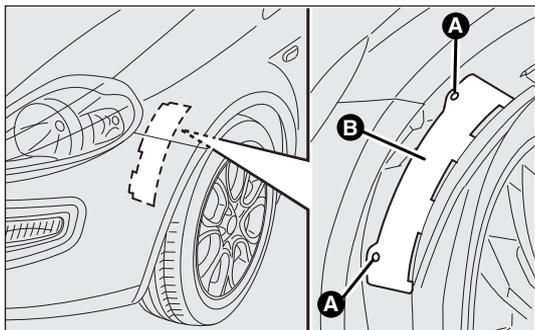

fig. 169
Avant fig. 169
- dévisser les dispositifs de blocage A-fig. 169, puis déposer le volet d'accès B ;
- monter le volet B-fig. 169 puis visser les dispositifs de blocage A.